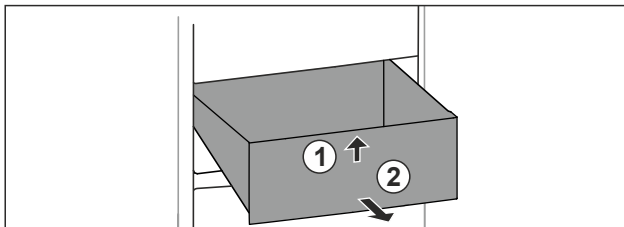

Fig. 21
- ▶ Sollevare il cassetto dal davanti. Fig. 21 (1)
- ▶ Rimuovere il cassetto tirandolo in avanti. Fig. 21 (2)